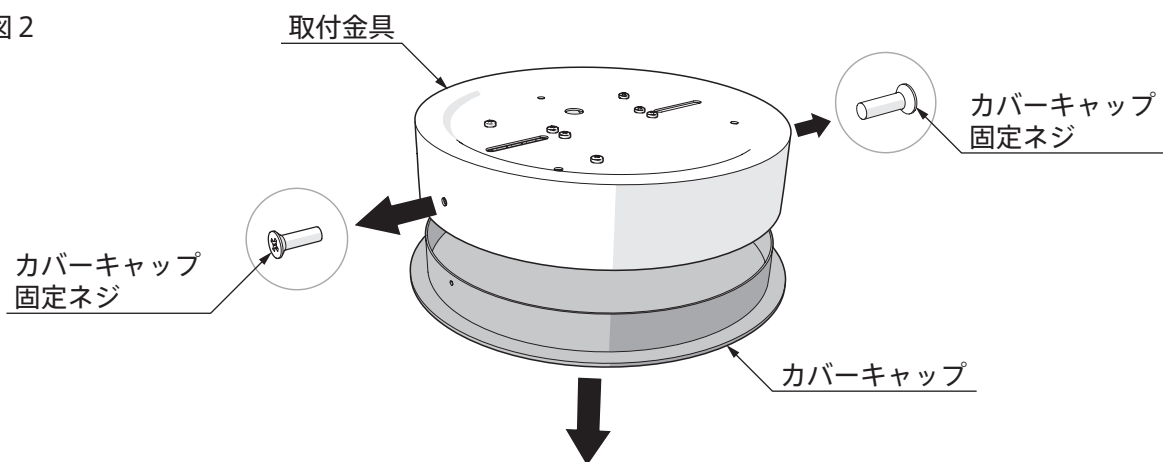

図 3
2. 取付金具の端子クリップを押して本体側の電源コードを抜き、カバーキャップから取り外します。(図3)